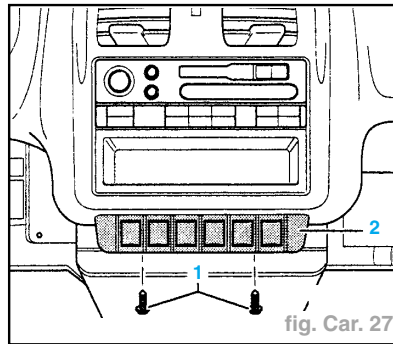

fig. Car. 27
- Dévisser entièrement les deux vis (1) (fig. Car. 27).